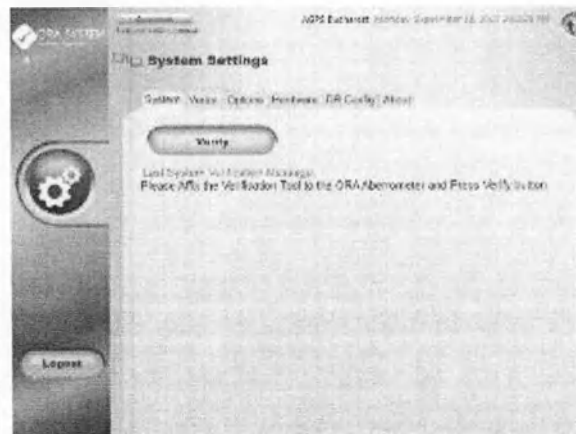

Рисунок 146. Проверьте систему ORA
- Примите во внимание напоминание о необходимости присоединения к аберрометру инструмента для верификации системы ORA и нажмите кнопку **Verify (Проверить)**, чтобы инициировать верификацию (Рисунок 146).